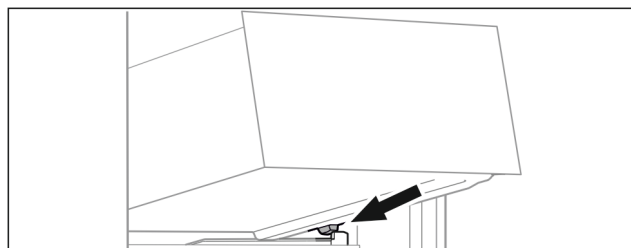

Fig. 20
- ▶ Nasad'te zásuvku šikmo za zářezky na žebrování na nádoby Fig. 20 ().